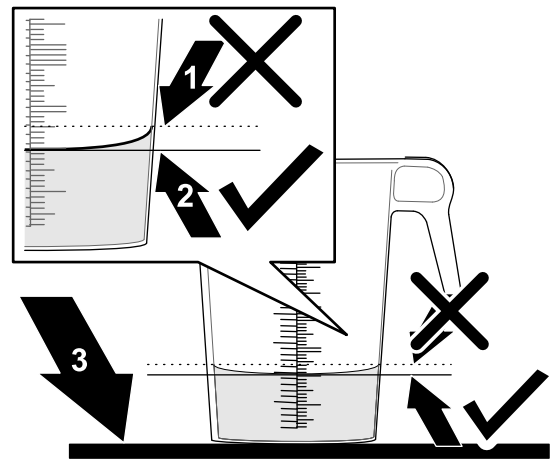

Bild 36
6. Stellen Sie den Behälter mit der Skala auf eine ebene Fläche und notieren Sie das Flüssigkeitsvolumen (Bild 36).